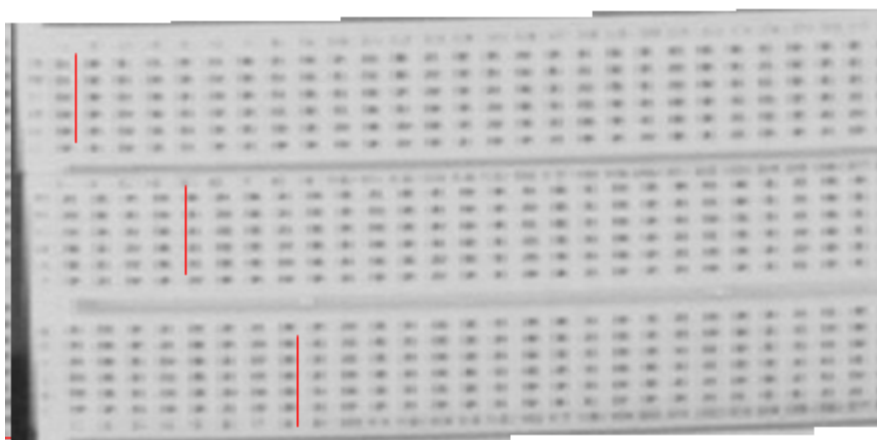

Figura 4
- Esta zona es donde se coloca la placa base (figura 4) que es el lugar donde se monta el circuito.
El interconexionado de las placas que hay en el laboratorio es como se muestra en la figura 4. Los terminales de conexión sobre los que se ha trazado una línea de color rojo están cortocircuitados. Esto implica que no se pueden poner en la misma línea dos o más patillas de un mismo componente.